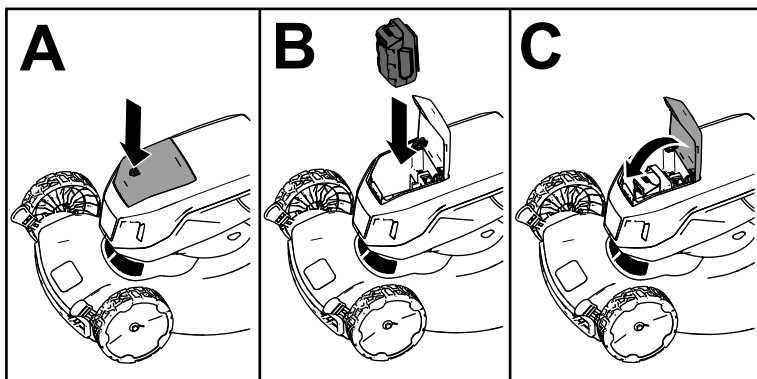

Figura 8
2. Presione hacia abajo sobre la tapa del compartimento de la batería para abrirla (Figura 8, A).
3. Alinee el hueco de la batería con la lengüeta de la máquina, e introduzca la batería en el compartimento hasta que se enganche en su lugar (Figura 8, B).
4. Presione hacia abajo sobre la tapa del compartimento de la batería hasta que encaje en su lugar con un clic (Figura 8, C).